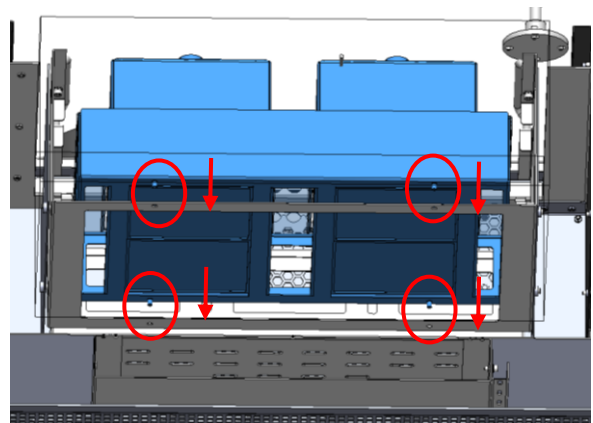

Abbildung 12.
- 3) Positionieren Sie die Strahler in der Halterung, wie in Abbildung 12 gezeigt.